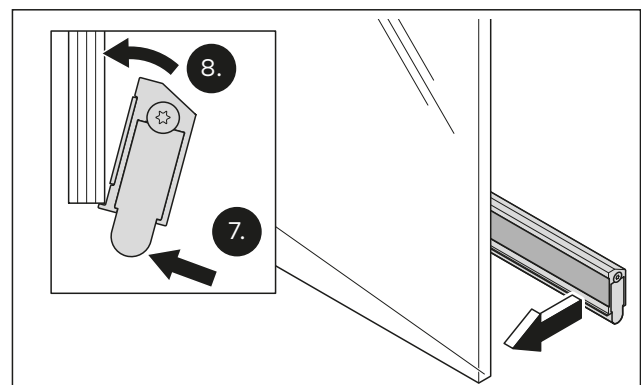

Abb. 15 Die Absenkdichtung an der Bandseite anbringen
- 7. Die Absenkdichtung an der unteren Glaskante der Tür ausrichten (Abb. 15).